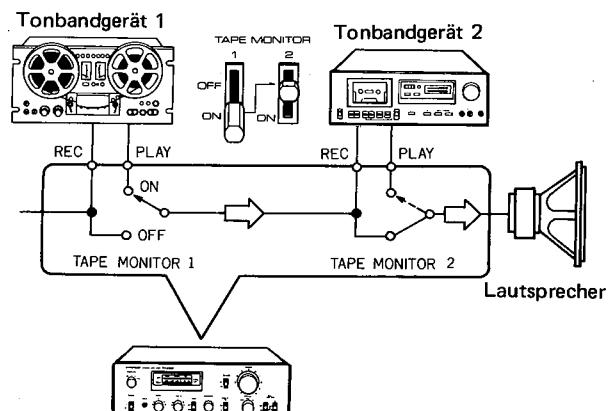

Abb. 7
1. Gemäß Abb. 7 den Monitorschalter 1 auf Position ON stellen, wenn das Tonbandgerät an die TAPE 1 Buchsen angeschlossen ist. Ist das Tonbandgerät an die TAPE 2 Buchsen angeschlossen, dann ist der Monitorschalter 2 einzuschalten (Position ON).